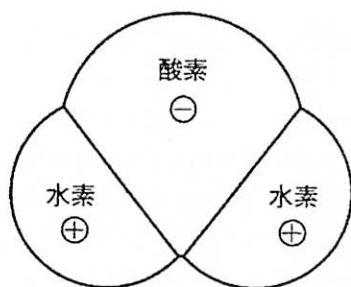

図1 水分子 (1億倍)
①、②の実験からは、電子レンジは「水しか温めない」ということがわかります。電子レンジで食品を加熱調理できるのは、食品には必ず水分が含まれているからです。乾燥した切り餅であっても、わずかな水分が残っていることでふくらむのです。
②の実験では、多くの生徒が、油＝“熱い”というイメージを持っているので、油の入ったコップのほうが温まると予想します。ところが、油の入ったコップはまったく熱くなりません。理由は、分子の構造にあります。水は、図1のように＋と－が偏った電気双極子（電気の対）になっているので、交互に変化する電界の中に置かれると分子は回転（1秒間に24.5億回）させられ、摩擦熱を出します。ところが、油は分子が大きく、＋と－の電氣的な対は一部にしかないので温まらないのです。
③の実験からわかるのは、電波はアルミホイルのような金属にあたると反射するという事です。電波が金属にあたると、その中の自由電子は激しく振動させられます（つまり交流電流が流れる）。ところが、そのエネルギーは消費されることがないので、再びアルミから電波を発射するので、よく「サツマイモをアルミホイルに包んでチンすれば焼き芋ができるだろう」と考える人がいますが、それは大きなまちがいで、それがわかってもらいます。
④の実験では、スチールウールはアルミと同じ金属ですが、電気抵抗があるために自由電子が動くが発熱線のように発熱して燃え出します。つまり電波のエネルギーが消費され熱に変わったわけです。このようなとき電波は、「吸収された」と呼んでいます。
⑤の実験は、④の実験と同じように、白熱電球の中のフィラメントが電気抵抗を持っているために発熱し、光って点灯します。これはフィラメントが切れて使えなくなった電球でも同様に光ります。
⑥の実験では、白熱電球と同様に豆電球も光るだろうと予想を立てますが、豆電球は光ってくれません。これは、豆電球のフィラメントの電気抵抗が小さ